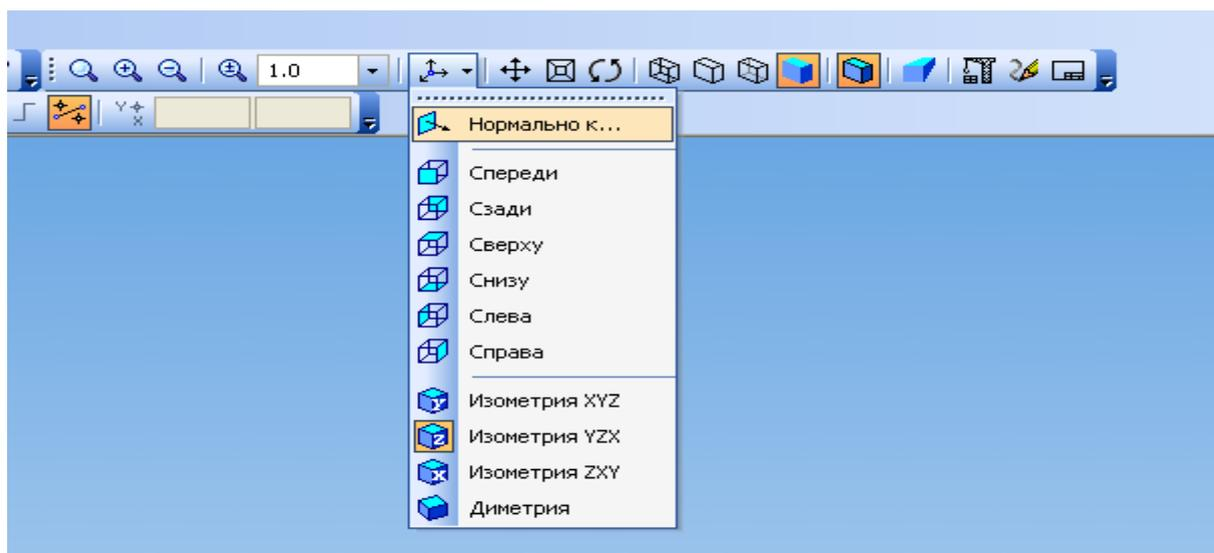

Рис. 6
5. Установите в панели «Вид» ориентацию детали «Нормально к...» (Рис. 6).